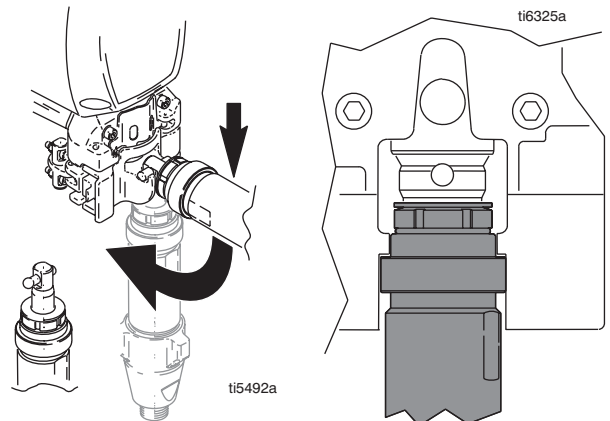

FIG. 24
1. FIG. 24. Ajuste a biela com o suporte do pino para retirar a biela. Bata na superfície dura da biela para a introduzir.